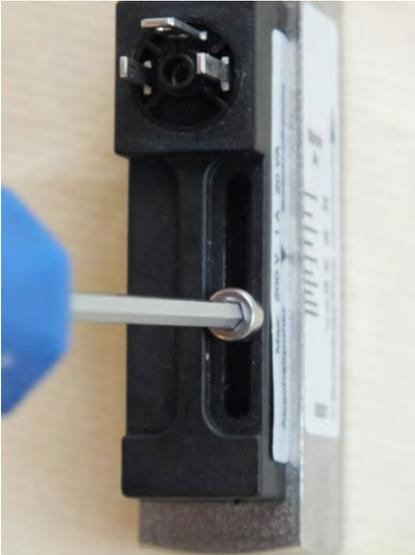

Abb. 33: Feststellschraube lösen
- 1.** Die Feststellschraube des Schaltkontaktes (Abb. 33) mit einem Sechskant-Schraubendreher lösen.
- 3.** Feststellschraube des Schaltkontaktes (Abb. 33) mit einem Sechskant-Schraubendreher wieder anziehen. Dabei Schrauben-Anziehdrehmoment beachten.